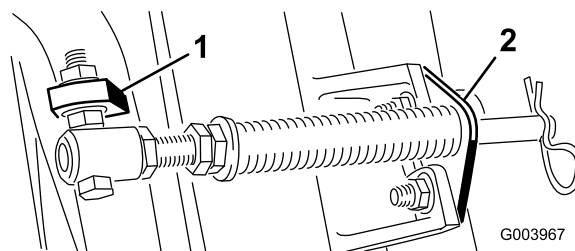

Рисунок 6
- С. Установите болт трубки пружины на противоположный выступ несущей рамы и закрепите фланцевой гайкой. Головку болта следует расположить по направлению к наружной стороне выступа, как показано на **Рисунок 6**.
- Д. Присоедините кронштейн штока к выступам режущих блоков с помощью каретных болтов и гаек (**Рисунок 6**).